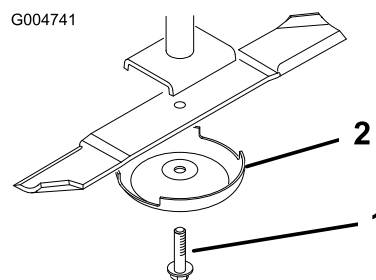

Figura 78
5. Retire o parafuso da lâmina, o recipiente antidanos e lâmina do eixo (Figura 78).